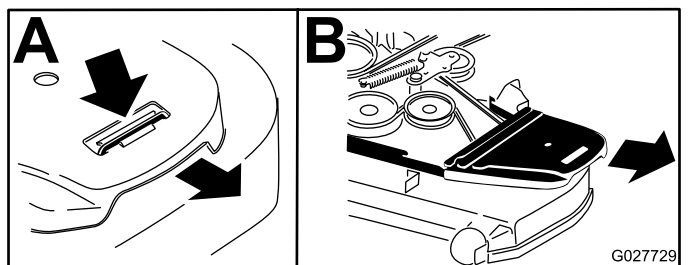

Figure 78
4. Retirez les couvercles de courroie (Figure 78).